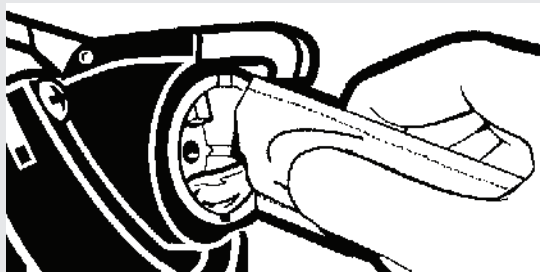

Figura 1.
2. Libere la sección perforada de la parte superior de la caja (cerca de la palanca de bloqueo que sostenía la tapa) y dóblela para permitir que las mangueras ingresen en los dos recortes provistos. (Vea la figura 1).